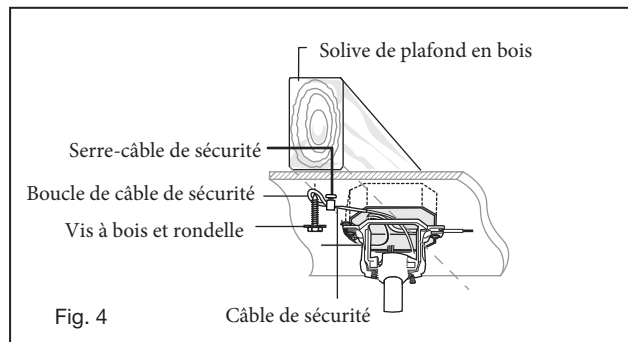

Fig. 4
- 9 Soulevez la boule / tige de suspension / ventilateur dans l'ouverture du support de suspension. REMARQUE: La languette opposée à l'ouverture du support de suspension doit s'insérer dans la fente de la boule. (Fig.4)
Un flux d'air **VERS LE HAUT** déplace l'air plus chaud de la zone du plafond comme illustré à la figure 4. Cela vous permet de régler votre unité de chauffage sur un réglage plus frais sans affecter votre confort.